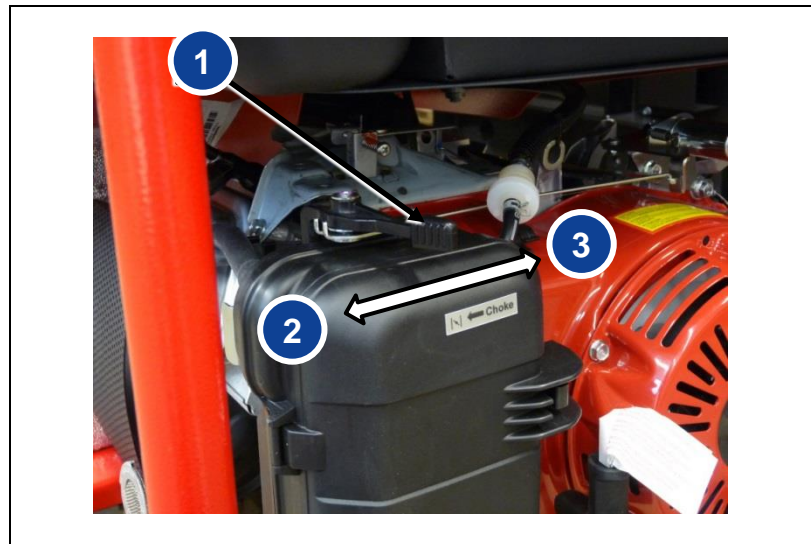

Bild 4-3: Position Hand-choke
2. För hand-choken (Bild 4-3-(1)) åt vänster i läge (Bild 4-3-(2)).
5. För hand-choken (Bild 4-3-(1)) åt höger i läge (Bild 4-3-(3)).